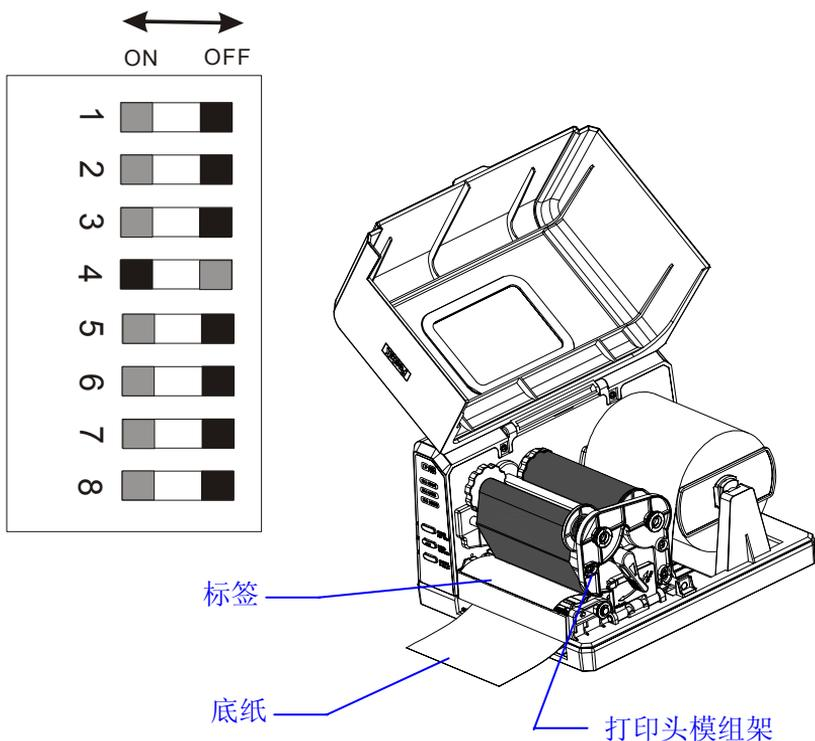

图 6-4
4. 安装好碳带，然后将剥纸器旋转到“旋开”状态，并按图示路径将标签安装好，然后用适当的力拉紧“底纸”（确保“底纸”处于绷紧状态），同时将剥纸器旋转到“关闭”状态，剥纸器安装完成。如图 6-4、6-5